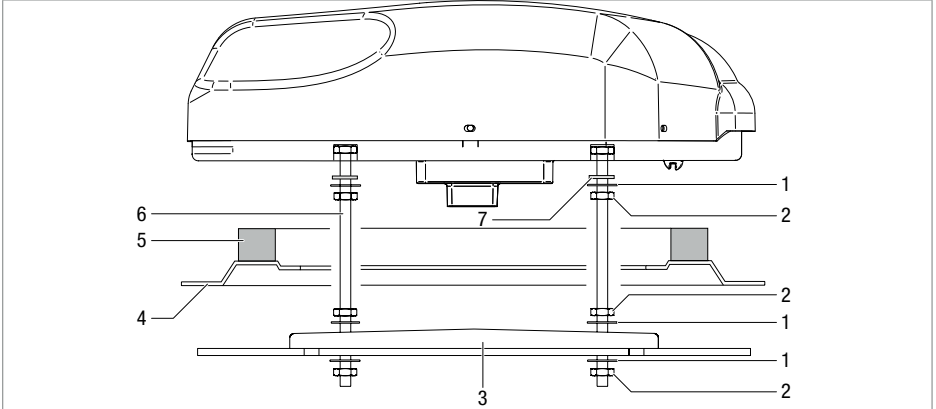

Bild 27
- Befestigungsbohrungen der Abdeckung Dachluke mit Kunststoffkappen verschließen (Bild 27).